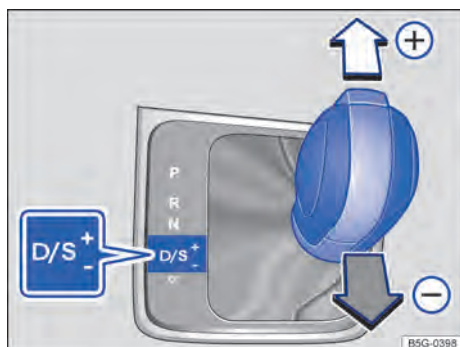

Fig. 132 Alavanca seletora na posição Tiptronic.
- Mover a alavanca seletora para frente ou para trás para aumentar ou diminuir a marcha Fig. 132.